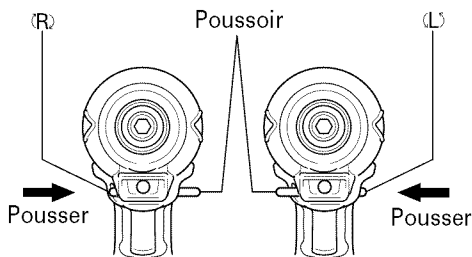

Fig. 7
La mèche tourne dans le sens horaire (vu de l'arrière) quand on appuie sur le côté R du bouton-poussoir. En appuyant sur le côté L du bouton-poussoir, la mèche tourne dans le sens anti-horaire. (Voir Fig. 7). (Les repères (L) et (R) sont marqués sur les corps.)